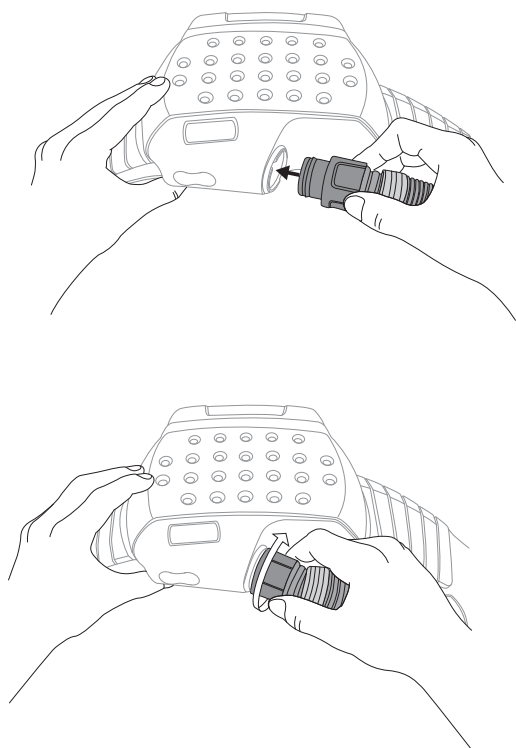

Fig. 31g
- viii. Fixer le tuyau de respiration au respirateur d'épuration d'air propulsé et raccorder la lampe de travail à la Pile ion-lithium Adflo^{MC} 3M^{MC} en la fixant en place à l'aide des attaches à boucles et à crochets qui permettent de maintenir le respirateur d'épuration d'air propulsé à la ceinture (Fig. 31g et 31h).